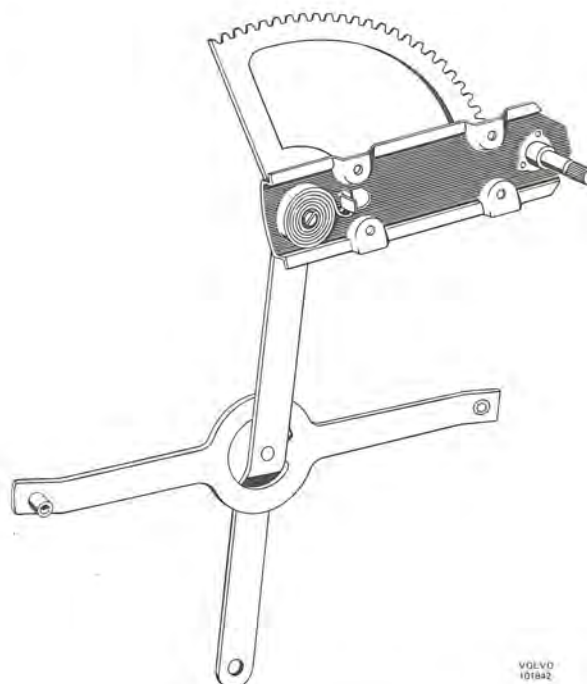

Bild 25. Hissmekanism
6. Demontera fästskruvarna för hissen (bild 15) och träd ut den ur dörren (bild 25).